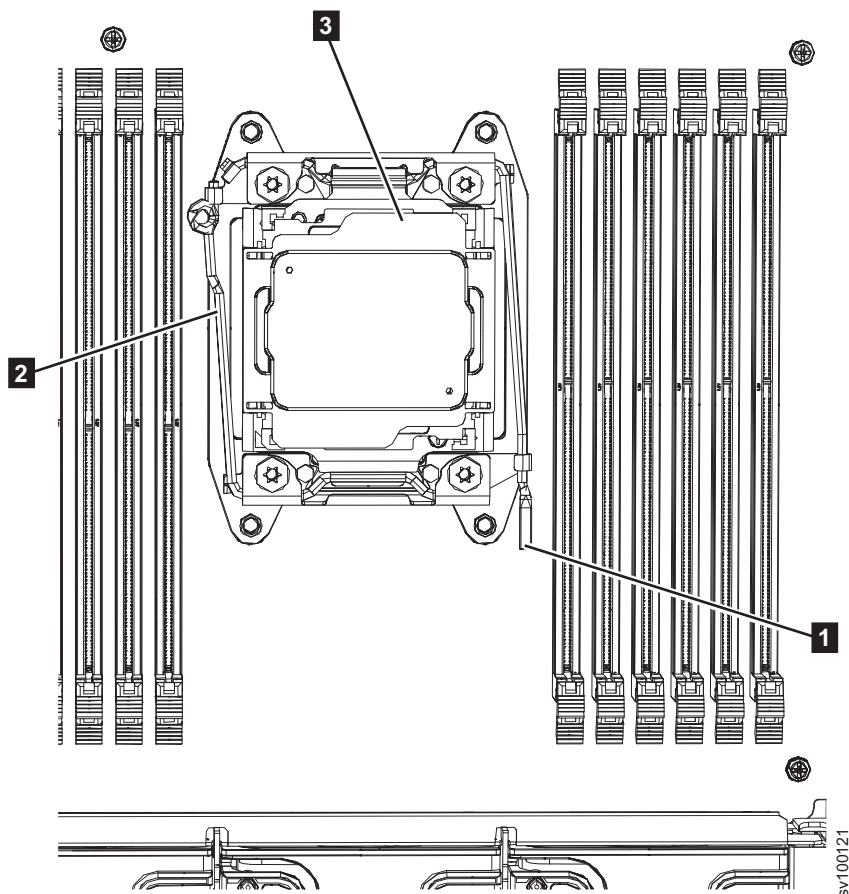

図 191. 2145-SV1 のマイクロプロセッサ・ブラケット・フレームを開く
1. マイクロプロセッサを挿入するための準備としてソケットを開きます。マイクロプロセッサを取り外すときに行ったのと同様に、解放レバー (244 ページの図 191 の **1**) を下げて内向きに押しします。次に、マイクロプロセッサ解放レバー 2 (**2**) を持ち上げます。